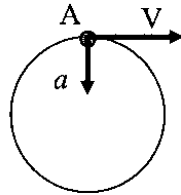

Рис.36
3. При вращении колеса скорость и полное ускорение точки А имеют направление, показанное на чертеже рис.36. Какое движение совершает колесо?